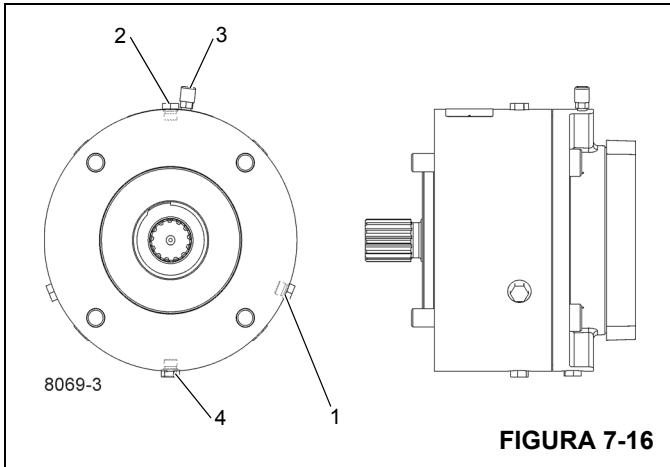
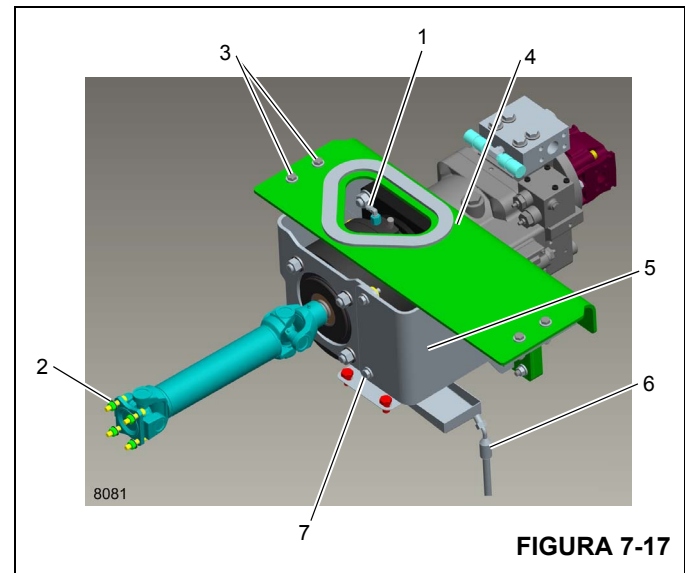

FIGURA 7-16
FIGURA 7-17
1. Retire la cubierta de acceso (5, Figura 7-17).
2. Abra el tapón de revisión (1, Figura 7-16) y revise que el aceite esté a ras con la parte inferior de las roscas.
3. Si es necesario, retire el tapón de llenado (2) y agregue aceite hidráulico hasta que quede a ras con la parte inferior de las roscas del tapón de revisión.
4. Vuelva a instalar la cubierta de acceso (5, Figura 7-17) y sujétela con la tornillería (7). Consulte *Sujetadores y valores de apriete*, página 1-14.
Durante el cambio de aceite, coloque un recipiente adecuado debajo de la manguera de la bandeja recolectora (6, Figura 7-17) antes de retirar el tapón de vaciado (4, Figura 7-16). Retire y limpie el respiradero (3) e inspeccione
2. Despresurice el sistema neumático y desconecte la línea neumática (1, Figura 7-17) del embrague.
3. Retire los pernos, las tuercas y las arandelas (2) que sujetan la línea impulsora de la TDF al motor. Retire la línea impulsora.
8. Retire los cuatro pernos, tuercas y arandelas (3, Figura 7-17) que sujetan la escuadra de montaje del embrague (4) al bastidor.